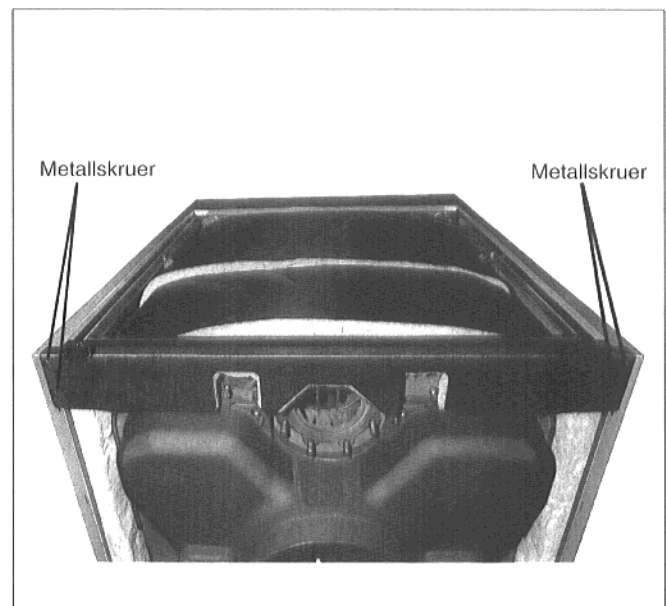

Fig. 45
- Øvre kjelbakvegg legges på sideveggene og skrues fast til sideveggene bak med fire metallskruer (fig. 45).